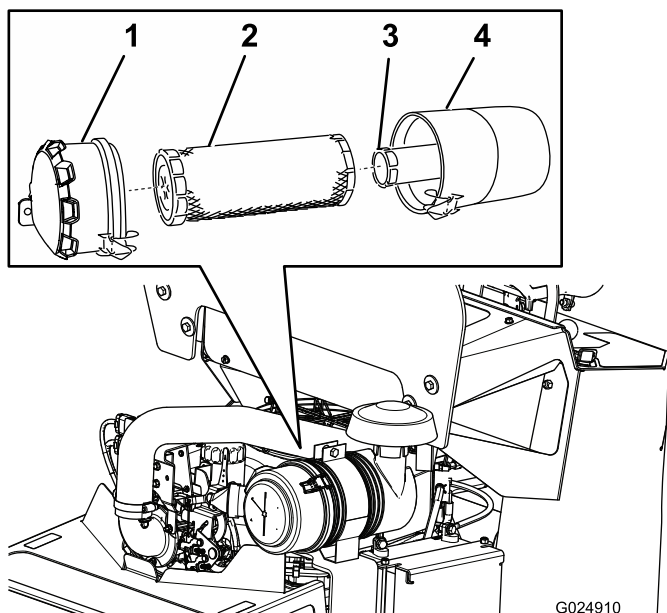

図 29
3. エアクリーナのラッチを外し、ボディーからカバーを抜き出す 図 29。
5. 次フィルタをゆっくり引き抜くようにしてエア・クリーナのボディーから外す 図 29。
2. インナーフィルタを交換する場合には、十分に注意しながら、フィルタのボディに挿入する 図 29。
3. インナーフィルタにかぶせるようにして、1次フィルタを取り付ける 図 29。
4. エアクリーナのボディーにカバーを取り付け、ラッチで固定する 図 29。